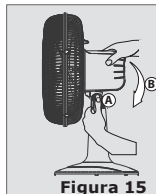

Figura 15
1. Deve-se pressionar o botão para o ajuste de inclinação (figura 15) e girar o motor para posicionar o aparelho na inclinação máxima.